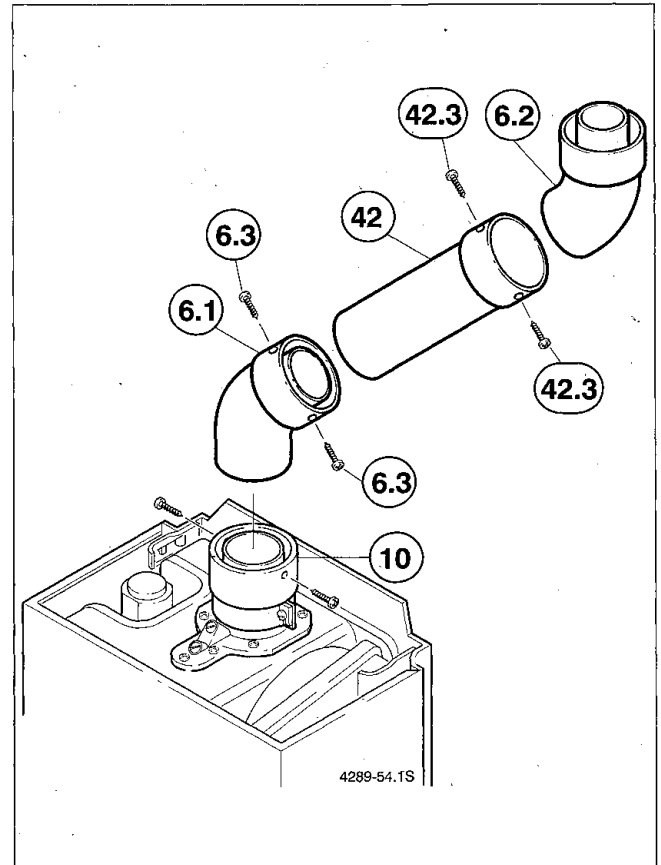

Bild 11
- Die Doppelrohrverlängerung (42) auf das entsprechende Maß ablängen. Beachten Sie die Montagehinweise in der Installationsanleitung für die Doppelrohrverlängerung (42).
- Versatzbogen (6.1, 6.2) und die entsprechende Doppelrohrverlängerung (42) entsprechend Bild 11 einbauen und verschrauben.